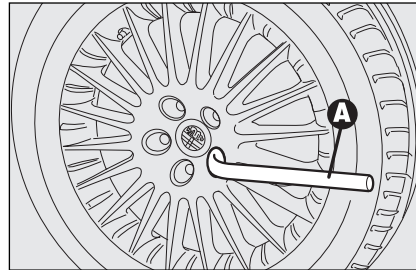

fig. 5
- gebruik de meegeleverde sleutel **A-fig. 5** om de bevestigingsbouten ongeveer één slag los te draaien; bij auto's met lichtmetalen velgen moet u de auto een paar keer heen en weer schudden zodat de velg gemakkelijker op de wielnaaf kan worden gemonteerd;